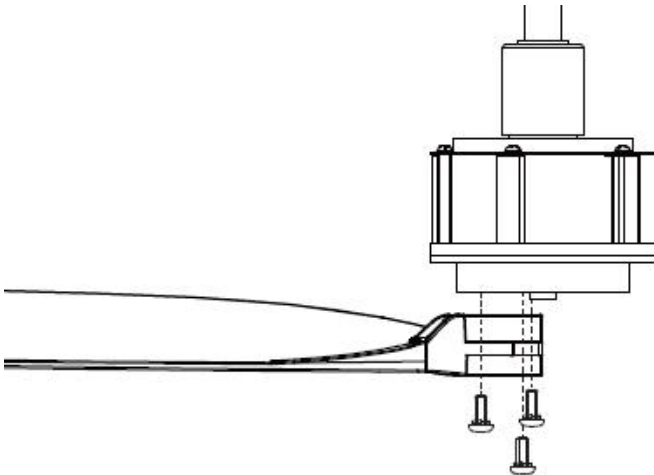

Fig. 7
- Monteer het blad op de motoreenheid met behulp van de 3 bladschroeven. Fig.7